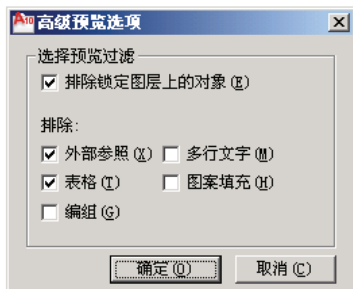

图 4-3 “高级预览选项”对话框
**高级选项**按钮：弹出图 4-3 所示对话框。进一步设置选择预览对象范围，包括对锁定图层上的对象是否排除，是否排除外部参照、表格、编组、多行文字、图案填充等。